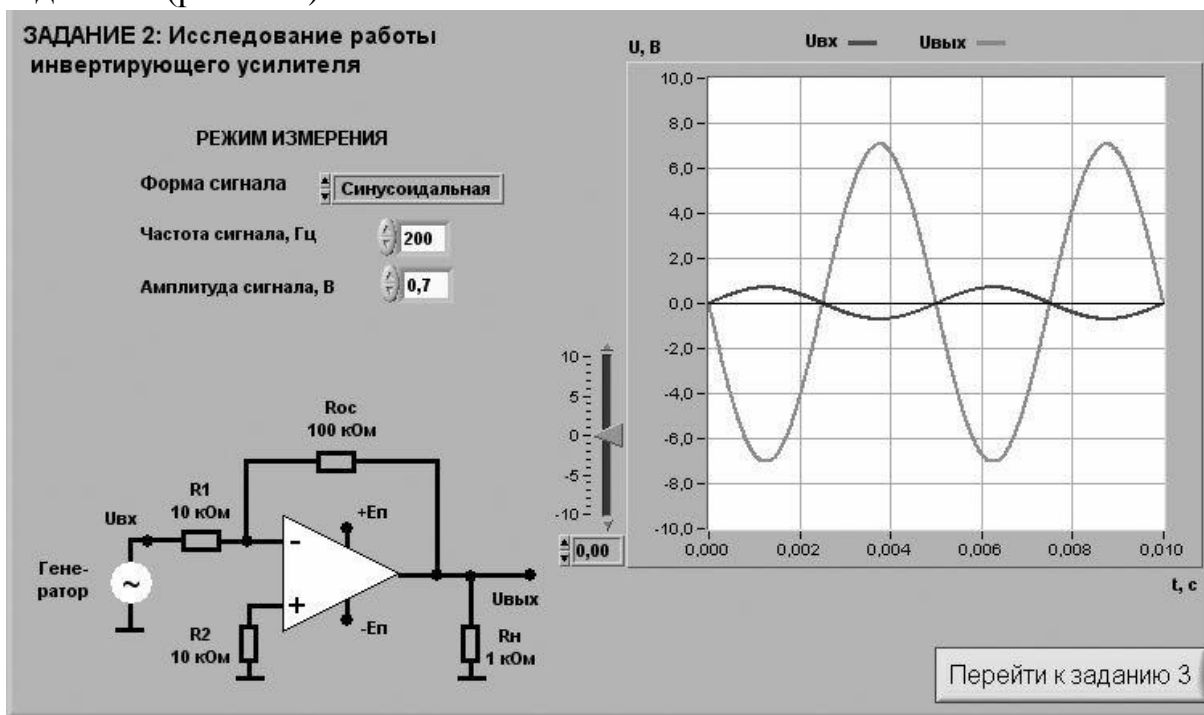

Рис. 2.12. Лицевая панель ВП при выполнении задания 2
1.4. Нажмите на передней панели ВП кнопку «Перейти к заданию 2», на экране появится лицевая панель ВП, необходимая для выполнения задания 2 (рис.2.12).